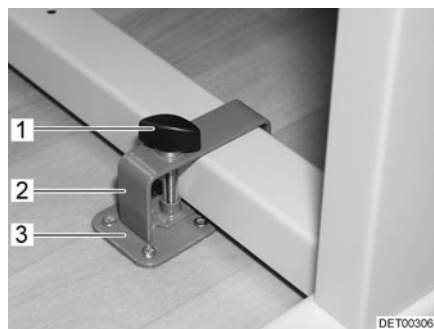
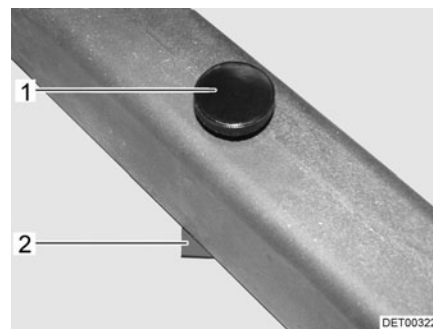

Fig. 59 Dispositif de blocage table pivotante à monture métallique
Fig. 60 Dispositif de blocage table pivotante à monture en plastique
- Placer la table pivotante près du support (Fig. 59,3) ou sur celui-ci (Fig. 60,2).
- Placer l'étrier (Fig. 59,2) avec la vis de fixation (Fig. 59,1) par-dessus le pied de table.
- Pousser l'étrier et, le cas échéant, la table pivotante de telle sorte que la vis de fixation (Fig. 59,1 ou Fig. 60,1) puisse être vissée dans le support (Fig. 59,3 ou Fig. 60,2).